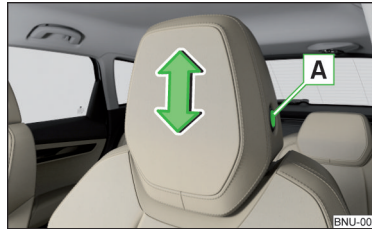

Fig. 96
► Pentru **reglarea pe înălțime**, mențineți apăsat butonul de siguranță **A** și deplasați tetiera în direcția dorită » fig. 96.